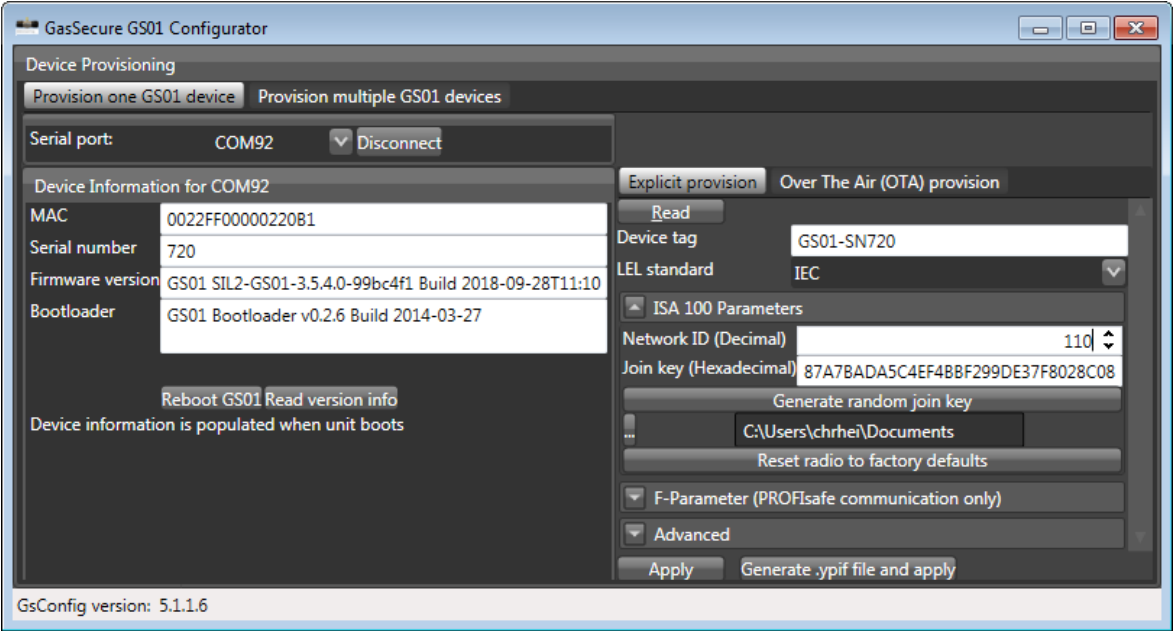

图 3-1：GS01 配置器
- b) 运行 GS01 配置器并选择正确的 COM 端口。保留默认模式 “Provision one GS01 device”（配置一台 GS01 设备）。按 “Connect”（连接）按钮并验证设备信息是否显示，请参阅图 3-1。如果设备信息未自动显示，请按 “Read version info”（读取版本信息）按钮。按 “Read”（读取）按钮，以便显示设备的当前配置状态。保持 “明确规定”。
- c) 输入设备标签⁵和所需的十进制格式网络 ID⁶，请见图 3-1。
- b) 运行 GS01 配置器并选择正确的 COM 端口。保留默认模式“Provision one GS01 device”（配置一台 GS01 设备）。按“Connect”（连接）按钮并验证设备信息是否显示，请参阅图 3-1。如果设备信息未自动显示，请按“Read version info”（读取版本信息）按钮。按“Read”（读取）按钮，以便显示设备的当前配置状态。选择“无线电 (OTA) 规定”。